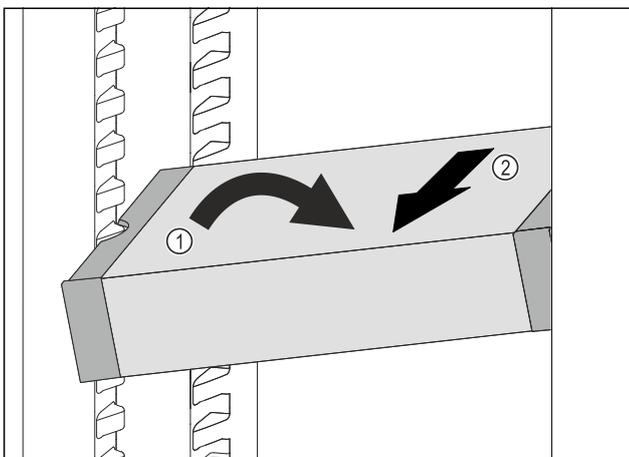

Fig. 122
- ▶ Встановити VarioSafe під кутом в охолоджувальному відділенні. Fig. 122 (1)
- ▶ Витягнути VarioSafe вперед. Fig. 122 (2)